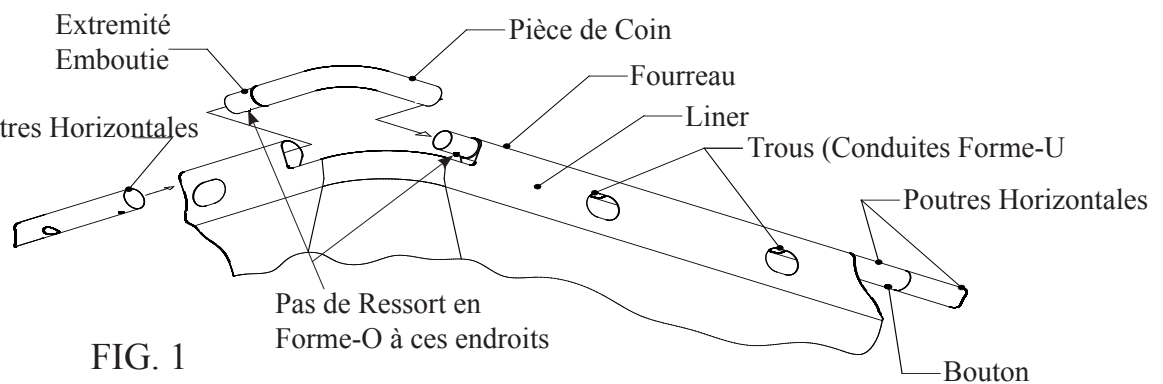

FIG. 1
2. Repérez les quatre conduites (Pièces de Coin) métalliques Fig. 1, ensuite placez une à chaque coin de la piscine. Maintenant repérez les (Poutres Horizontales), introduisez un (Resort en Forme-O) voir Fig 2, dans chaque petite extrémité emboutie de celles-ci seulement pour joindre en longueur
sur les deux courts côtés, tandis que les poutres longues se montent sur les deux côtés longs. Placez la moitié des poutres courtes le long de chaque côté court de la piscine et la moitié des poutres longues près de chaque côté long de la piscine. Commencez par glisser les Poutres Horizontales dans le fourreau de la piscine (**travaillez dans le sens des aiguilles d'une montre autour de la piscine en s'assurant que toutes les extrémités embouties soient dirigées dans le sens des aiguilles d'une montre**) voir Fig. 1 et référez-vous à "Vue d'Ensemble de Toutes les Pièces du Support Tubulaire" en page 2.
- Raccordez les (Poutres Horizontales), poussez le bouton en même temps que vous introduisez chaque poutre dans l'extrémité de la poutre suivante. Tournez lentement chaque poutre pour aligner le bouton de l'une avec le trou de l'autre et s'assurer que le bouton s'est logé dans le trou, pour obtenir une connexion solide. Répétez cette procédure pour le restant des (Poutres Horizontales) et alignez les trous dans les Poutres avec les ouvertures du Fourreau de la piscine (Fig. 1), ces trous serviront au raccordement des supports en conduite en Forme-U sur les quatre côtés. Ensuite connectez les pièces de coin (**toujours en procédant dans le sens des aiguilles d'une montre avec les extrémités embouties dans le sens des aiguilles d'une montre**), joignez-les ensemble et répétez cette procédure pour les pièces de coin; si vous trouvez une difficulté à joindre la dernière pièce de coin, soulevez l'extrémité des deux conduites d'un angle permettant l'emboîtement de l'une dans l'autre tout en les abaissant lentement jusqu'à que les pièces s'emboîtent parfaitement. Maintenant il est temps de vérifier toutes les connexions des (Poutres Horizontales) et des (Pièces de Coin).